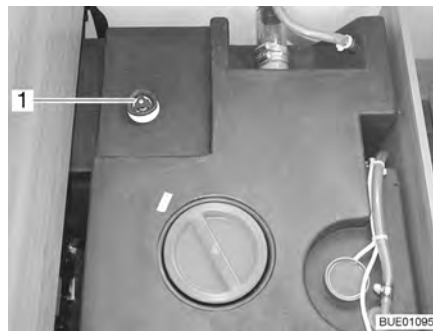

Fig. 168 Réservoir d'eau avec poignée tournante
- Faire tourner la poignée tournante (Fig. 168,1) du réservoir d'eau à fond dans le sens contraire des aiguilles d'une montre au-delà de la résistance pour ouvrir entièrement l'ouverture d'écoulement.